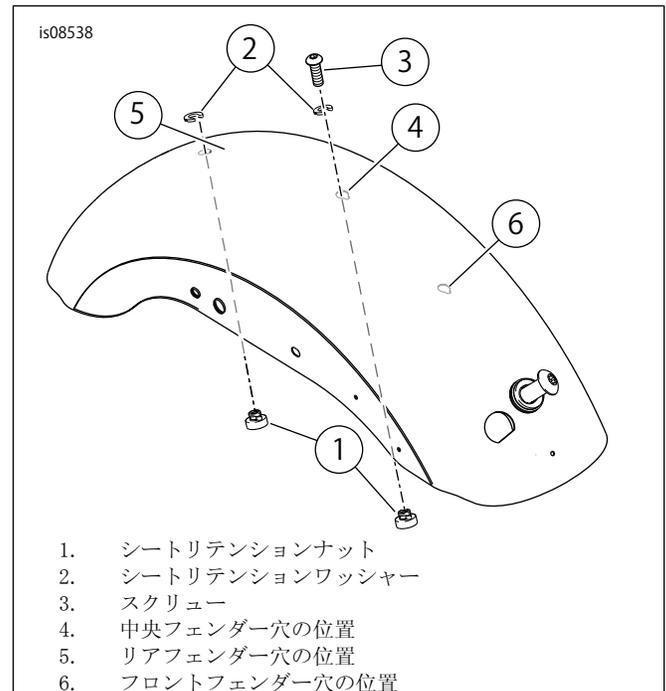
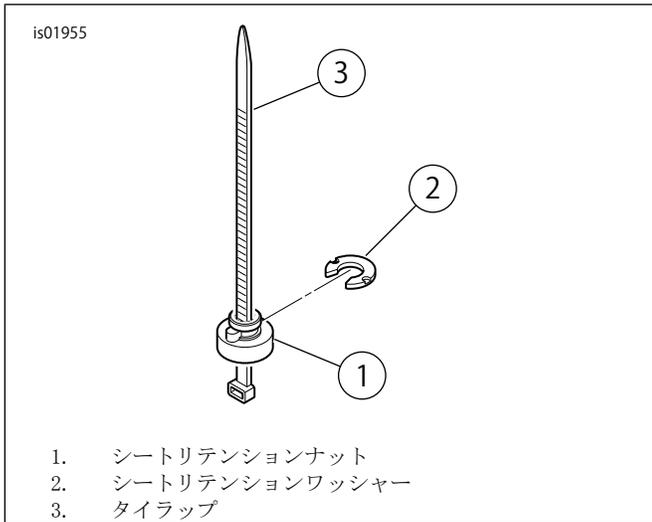

図1. シートリテンションナットおよびワッシャーの位置
図2。シートリテンションナット、ワッシャー、およびツール
- a. XL 883N、XL 1200V、XL 1200Xモデルの場合: 「図1」および「図4」を参照してください。スクリュー(3)をリア穴の位置(5)から取り外します。スクリューは後の取り付けで使用するため保管します。ガイドワッシャー(部品番号7487)を使って、シートマウントタブの下にシートを装着します。既存のスクリュー(部品番号3085)を使って、リアスクリーホールにシートを装着します。次のトルク値で締め付けます: 2.3-4.5 N·m (20-40 in-lbs)。
- b. マウントブラケット(部品番号5176-97A)も使用場合があります。XL 883Lモデルの場合: 「図1」を参照してください。シートリテンションキットをフェンダー位置(5)に取り付けます。「図2」を参照してください。ケーブルストラップ(3)は取り付けツールとして使用できます。リテンションナット(1)をケーブルストラップ上に置きます。ナットの広い端がケーブルストラップの目の方向に来るように配置します。フェンダー下に、フェンダーの穴を通してケーブルストラップを取り付けます。ケーブルストラップを引き上げ、フェンダー下側に対してナットスナッグを押さえ付けます。OEシートスクリューでシートを取り付けます。次のトルク値で締め付けます: 2.3-4.5 N·m (20-40 in-lbs)。
- a. 「図1」を参照してください。リテンションナットが中央の穴(4)に取り付けられている場合。OEシートスクリューでシートを取り付けます。次のトルク値で締め付けます: 2.3-4.5 N·m (20-40 in-lbs)。
- b. 図1を参照してください。シートリテンションキットを中央のフェンダー位置(4)に取り付けます。「図2」を参照してください。ケーブルストラップ(3)は取り付けツールとして使用できます。リテンションナット(1)をケーブルストラップ上に置きます。ナットの広い端がケーブルストラップの目の方向に来るように配置します。フェンダー下に、フェンダーの穴を通してケーブルストラップを取り付けます。ケーブルストラップを引き上げ、フェンダー下側に対してナットスナッグを押さえ付けます。OEシートスクリューでシートを取り付けます。次のトルク値で締め付けます: 2.3-4.5 N·m (20-40 in-lbs)。